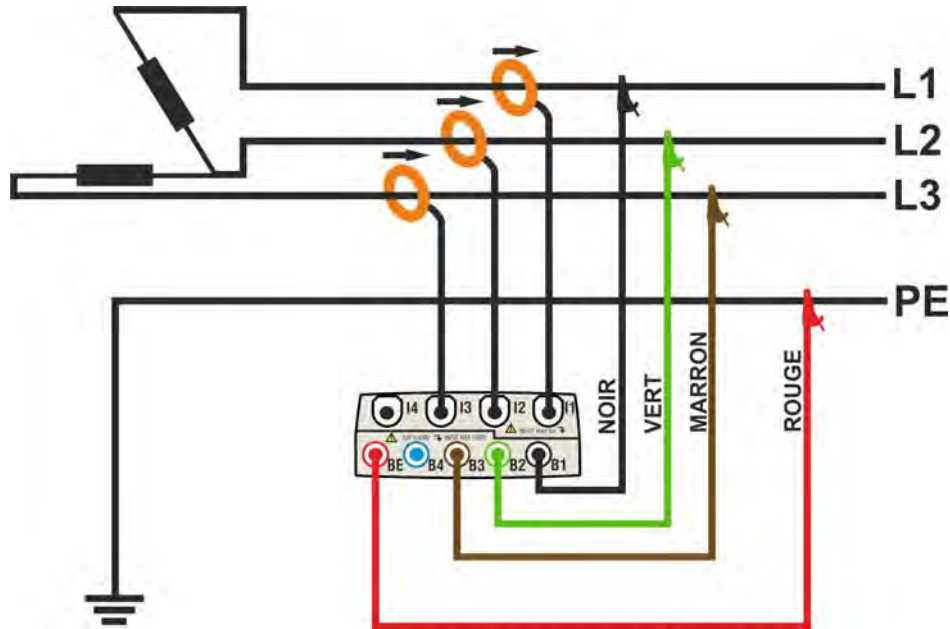

Fig. 170 : Connexion de l'instrument dans un système 3POD
2. Connecter les câbles de mesure de la tension sur les conducteurs de Phase L1, L2, L3 PE, selon les couleurs de la Fig. 170. **Vérifier l'ordre cyclique correct des phases "123"** (voir la § 5.2.4.1) et apporter les corrections nécessaires pour atteindre ce résultat.
3. Connecter les pinces de courant sur les conducteurs de phase L1, L2, L3 comme il est montré à la Fig. 170 **en respectant le sens de la flèche** présente sur la pince qui indique la direction conventionnelle du courant du générateur vers la charge. **Sur les pages-écrans « Valeurs temps réel », (en sélectionnant au préalable le système 3 fils) vérifier toujours que la valeur des Puissances Actives P1, P2, P3 est positive et que les facteurs de puissance Pf1, Pf2, Pf3 relatifs à la charge sont normalement inductifs**, avant de démarrer un enregistrement. Tourner la pince de 180° sur les conducteurs concernés en cas de valeurs négatives des puissances actives.